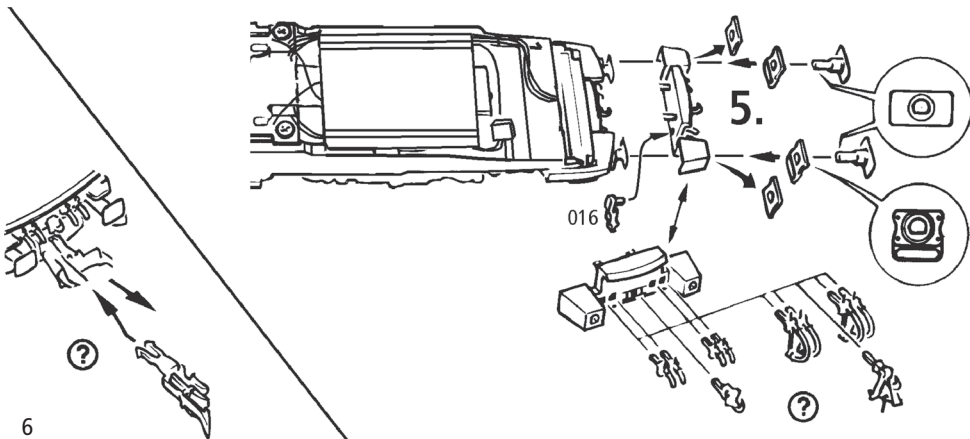

Fig. 4
2. Schmierung: Versehen Sie die im Schmierplan in Fig. 9 gekennzeichneten Stellen mit nur **kleinen Öltropfen**. Dazu zuerst das Lokgehäuse abnehmen (Fig. 4). Wir empfehlen den **ROCO Öler Art.-Nr. 10906**. Fürs Schmieren der Getriebeteile (Zahnräder, Schnecke) empfehlen wir das **ROCO-Spezialfett Art.-Nr. 10905**. Im Falle der Schmierung diese Teile **nicht ölen**.
4. Motorwechsel: Lokgehäuse abnehmen (Fig. 4). Danach wird der Motor ausgebaut und ausgetauscht (Fig. 7).
2. Lubrication: Apply **tiny oil drops** to spots marked in fig. 9. Prior to lubrication dismantle locomotive (fig. 4). We recommend using item no. **10906, Roco oiler**. For lubrication the gearparts (e.g. cogwheels, worm) we should recommend our Roco **special grease** (item no. **10905**).
4. Motor Changing: First remove loco body (fig. 4), and then the motor (fig. 7).
2. Graissage: N'appliquez **qu'une toute petite goutte** aux endroits indiqués par le plan de graissage (fig. 9) après avoir démonté la caisse de la locomotive (fig. 4). Nous vous recommandons **le graisseur à huile Roco réf. 10906**. Pour graisser les engrenages (roues dentées, vis sans fin) nous vous conseillons la **graisse spéciale Roco réf. 10905** pour engrenages en matières synthétiques. Lorsque vous utilisez cette graisse il faut éviter d'huiler ces composants.
4. Remplacement du moteur: Démontez la caisse (voir fig. 4), puis vous pouvez échanger le moteur (fig. 7).